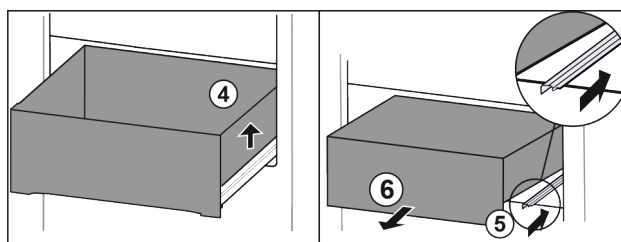

Fig. 35
- Lade rechts optillen. Fig. 35 (4)
- Rechter rail erin schuiven. Fig. 35 (5)
- Lade naar voren toe verwijderen. Fig. 35 (6)